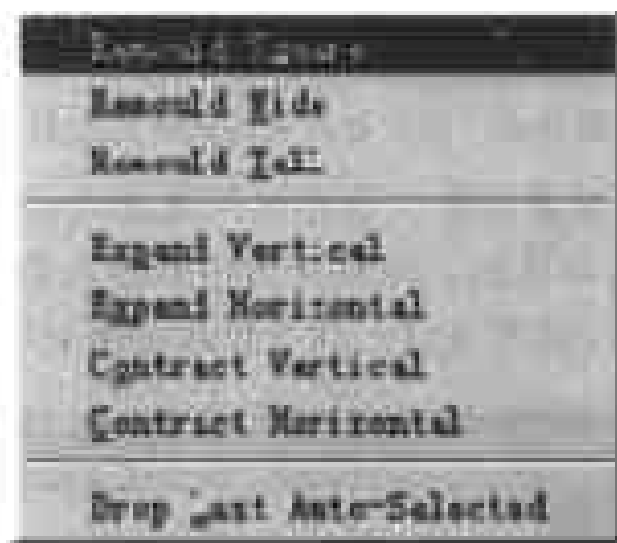

图 7-44 交互式排列的弹出式菜单
- Interactive 命令——此命令的功能是对所选取的元件进行交互式排列。首先在图纸中选中需要进行排列的元件,然后选择 Interactive 命令,则鼠标箭头变为十字光标,在图纸中单击元件,这些元件将结为一体,并且随着十字光标的移动而移动。此时在键盘中按 I 键,弹出如图 7-44 所示的菜单,其中包含了 Remould Square(按矩阵方式排列元件)、Remould
- Options 命令——选择此命令时,将弹出如图 7-44 所示的子菜单,其中的命令已经在上面进行了介绍,这里就不赘述了。